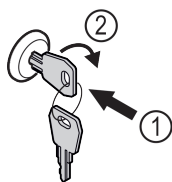

Fig. 45
- Vstavite ključ Fig. 45 [1].
- Ključ obrnite v smeri urnih kazalcev za 90° Fig. 45 [2].